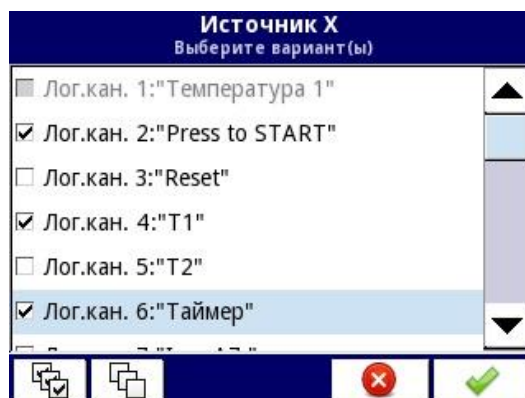

Рисунок 2.29
- выбор нескольких файлов (см. рисунок 2.29).